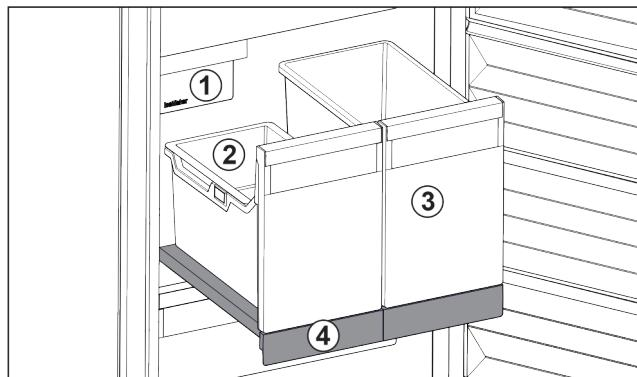

Fig. 27 Izvlečna polica z IceTower
- (2) Obešalna skodelica za ledene kocke
- (4) Izvlečna polica
Na izvlečni polici sta dve visoki posodi (IceTower). V posodi Fig. 27 (2) se zbirajo in skladiščijo ledene kocke iz IceMaker. Posoda Fig. 27 (3) je primerna za shranjevanje višjih živil, kot so pice ali alkoholne pičice.